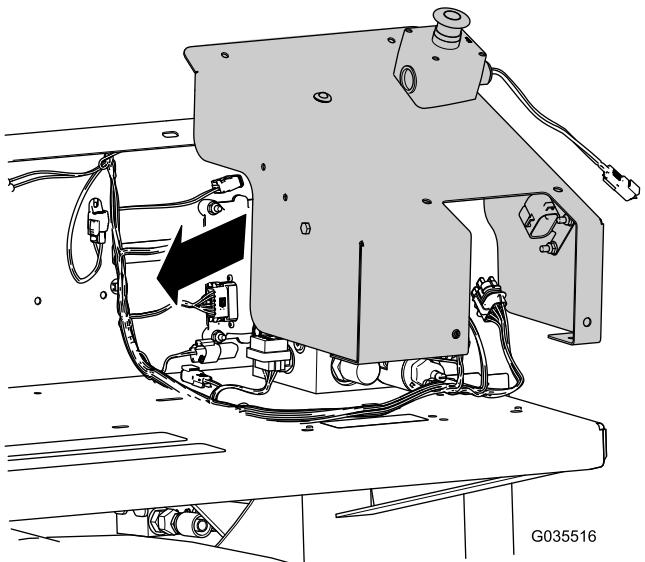

図 18
9. 先ほど取り付けたリレー、ヒューズブロックキャップ、ライト、ストップボタンアセンブリの付いたカバーを、フェンダガードにセットする図 18。